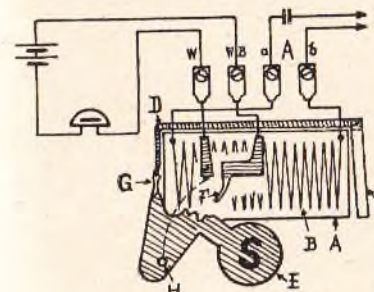

Abb. 35
„Die Fallscheibe ist ein selbständiger, von anderen Apparaten unabhängiger Zusatzapparat. Sie ist, wie aus Abb. 34 zu ersehen ist, nebst den zugehörigen Klemmen auf einem Holzbrett befestigt und mit einem Schutzkasten aus schwarzlackiertem Eisenblech umgeben. Der Mantelelektromagnet (A) (s. Abb. 35) ist in waagerechter Lage auf einem Eisenwinkel, der auf das Holzbrett geschraubt ist, befestigt. Auf dem Elektromagnetkern befindet sich die Erregerspule (B) zu **1500 Ohm**. Der Anker (C) mit dem Ankerhebel (D) ist zwischen zwei Spitzenschrauben auf dem Mantel des Elektromagneten gelagert. Der Ankerhebel ist an seinem Ende rechtwinklig umgebogen und bildet in der Ruhelage den Widerhaken für den Arm (G) der um die Achse (H) drehbaren roten Scheibe (E). Beim Anziehen des Ankers wird der Arm (G) der Scheibe (E) freigegeben, und diese fällt herunter, so daß sie unten aus dem Eisenblechdeckel (s. Abb. 34) hervortritt. Der an der Fallscheibe noch befindliche Stellhebel kann drei Stellungen einnehmen:
In Abb. 35 ist der vollständige Stromkreis einer Fallscheibe wiedergegeben. Das hierfür benötigte Element und den Gleichstromwecker muß der Teilnehmer selbst beschaffen und auf seine Kosten anlegen lassen. Es kann auch ein Klingeltransformator an Stelle des Elementes genommen werden.